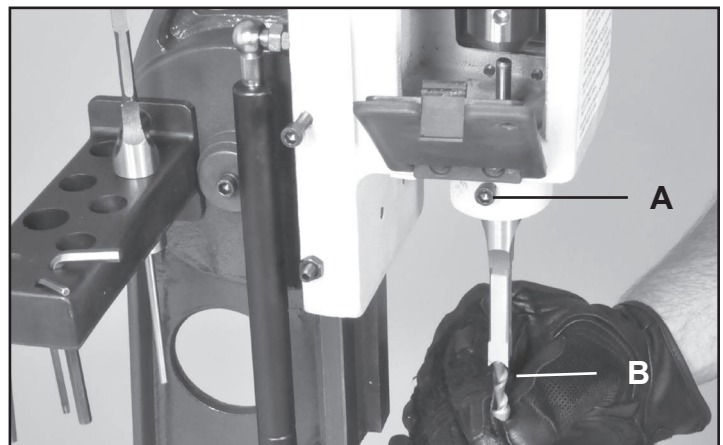

FIG. 10
5. En vous servant de la clé du mandrin, resserrez la mèche de forage en place et assurez-vous que la pointe de la mèche de forage soit 1,6 mm à 4,8 mm (1/16 po. à 3/16 po.) plus basse que la pointe du ciseau. Cette écart dépendra de la dureté du bois et de la profondeur de la mortaise désirée. FIG. 10, B.